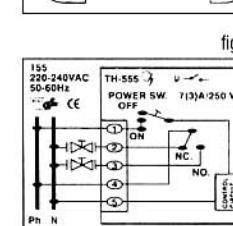

fig. 6
12.Termostat posiada bardzo wrażliwy czujnik usytuowany na lewo w dolnej części (patrz rys.6). Nie zaleca się dotykania czujnika, gdyż może on odczytać błędną temperaturę.Jeśli wystąpi taka sytuacja należy odczekać aż ponownie temperatura ustabilizuje się.